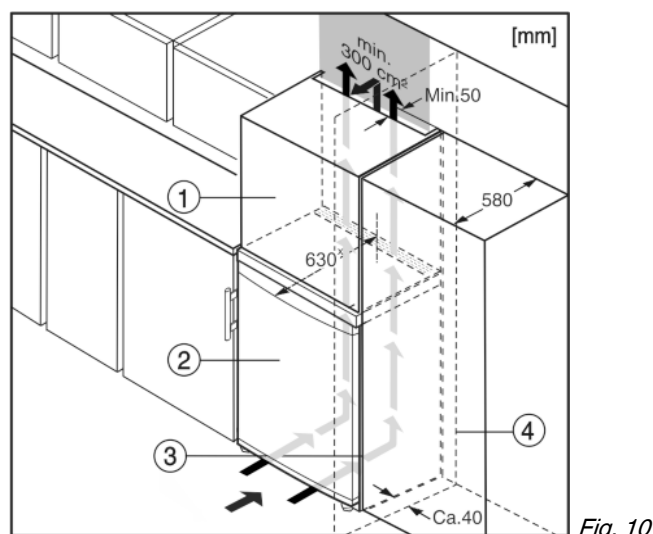

Fig. 10
- (1) Innbyggingsskap*
- (2) Enhet*
- (3) Kjøkkenskap*
- (4) Vegg*
Enheden kan bygges inn i kjøkkenskap. For å tilpasse enheten *Fig. 10 (2)* til kjøkkeninnredningens høyde, kan et innbyggingsskap *Fig. 10 (1)* monteres over enheten.
Ved ombygging med kjøkkenskap (dybde maks. 580 mm) kan enheten stilles opp direkte ved siden av kjøkkenskapet *Fig. 10 (3)*. Enheden står 34 mm lenger frem på siden * og 50 mm på midten av enheten * i forhold til kjøkkenskapets front.*
Hvis enheten plasseres med hengslene mot en vegg *Fig. 10 (4)*, må avstanden mellom enheten og veggen være minst 40 mm. Dette tilsvarer hvor mye håndtaket stikker ut når døren er åpen.*